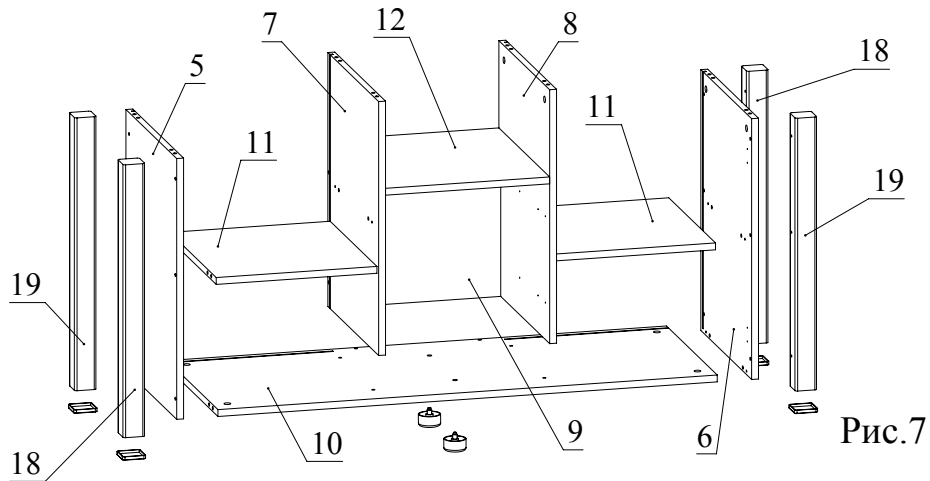

Рис.7
5. С помощью конфирматов прикрепить детали 18, 19 к деталям 5 и 6 согласно инструкции (Рис. 7). Соединить при помощи конфирматов детали 7, 8, 9 с деталью 10 (Рис. 7). Установить деталь 11 между деталями 5 и 7 и зафиксировать, повернув конфирматным ключом головки минификсов по часовой стрелке до упора. Установить деталь 11 между деталями 6 и 8 и зафиксировать, повернув конфирматным ключом головки минификсов по часовой стрелке до упора (Рис. 7). Установить деталь 10 между деталями 5 и 6 и зафиксировать, повернув конфирматным ключом головки минификсов по часовой стрелке до упора (Рис. 7). Установить опоры регулируемые на деталь 10. Установите накладки для профиль-ножек на детали 18 и 19 (Рис. 7).